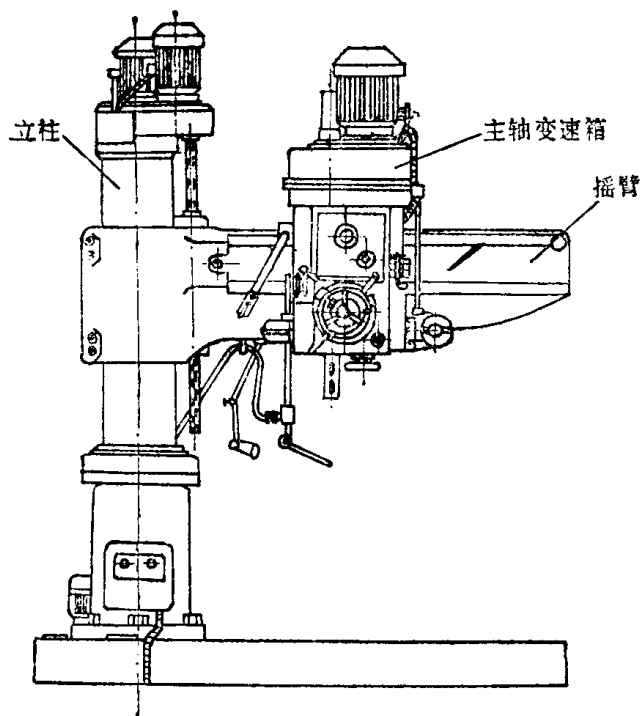

图 1-14 摇臂钻床
3. **摇臂钻床** 摇臂钻床 (图 1-14) 的主轴变速箱能在摇臂上作大范围的移动，而摇臂既能沿立柱上下移动，又能绕立柱回转 360° ，所以摇臂钻床能在很大的范围内进行孔的加工。